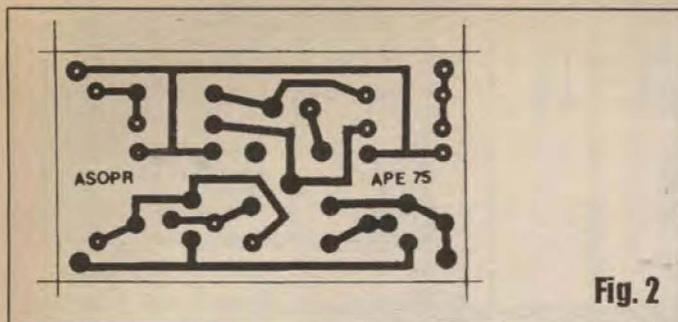

Fig. 2
- FIG. 2 - LAYOUT DO CIRCUITO IMPRESSO ESPECÍFICO - A placa de circuito impresso é pequena e simples em seu arranjo cobreado... O diagrama mostra o padrão de ilhas e pistas (em negro...), tamanho natural, podendo ser diretamente